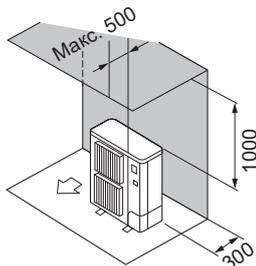

Fig. 2-4
- ② Кедегілер тек артқы және одан жоғарыда (Fig. 2-4)